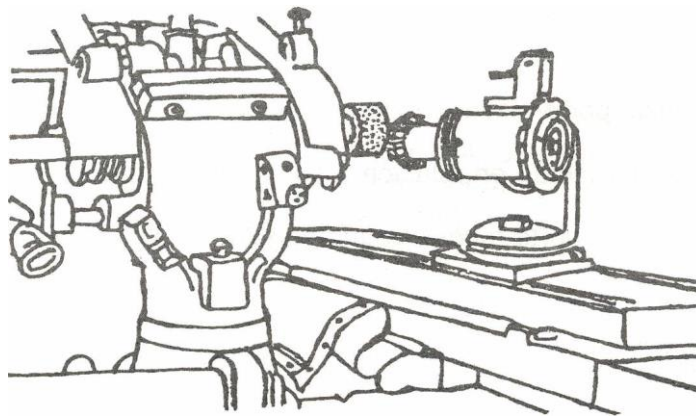

Fig.59
1. Preparar máquina afiladora (Fig. 59).